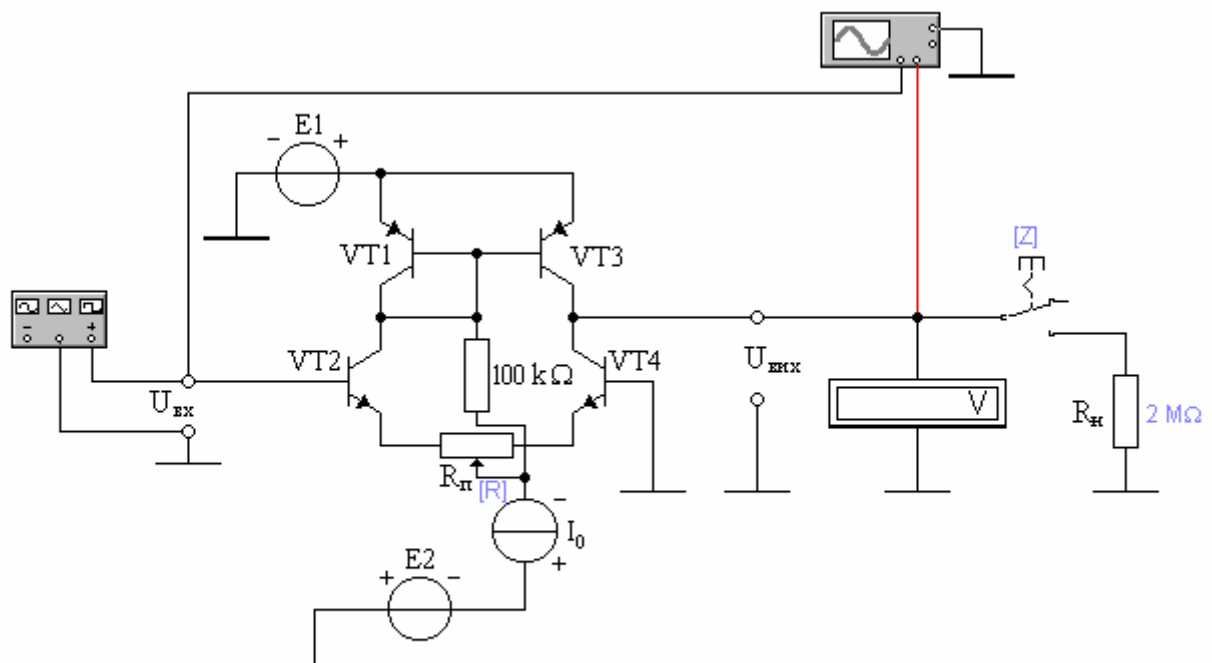

Рисунок 7.2 – Схема дослідження диференційного каскаду з динамічним навантаженням
- 4.1 Відкрити файл «ДК дин» (рис. 7.2).
4.6 Вибрати положення робочої точки для появи на осцилографі зображення неспотвореного сигналу. Встановлення робочої точки здійснюється зміщенням повзунка R_n (рис. 7.2). Натиснення кла-